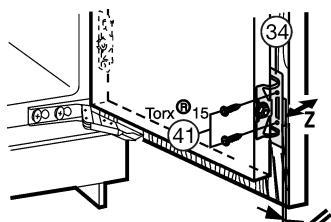

Fig. 24
- Atornille la puerta del aparato con los tornillos Fig. 24 (41) a través de las escuadras de fijación Fig. 24 (34) en la puerta del mueble.